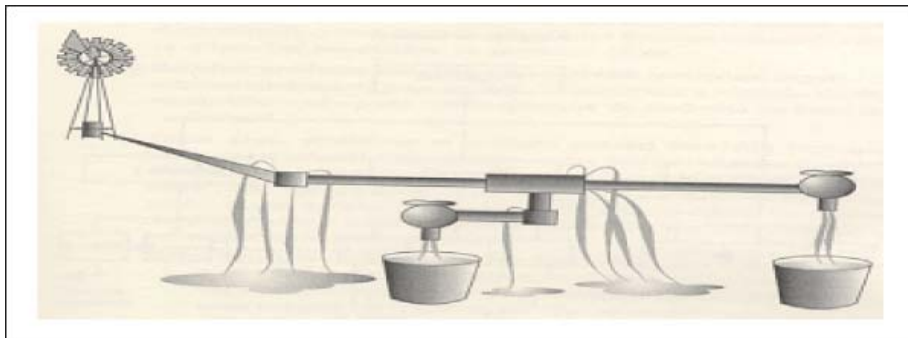

Fig 4.5 - Problemas do processo
a. Para identificar as causas dos problemas prioritários procuramos comparar um processo com uma caixa-d'água e sua tubulação, conforme a (Fig 4.5). Os diversos pequenos problemas do percurso impedem que a água chegue à torneira com a intensidade que seria de se esperar. É óbvio que uma ação do tipo "radical", como trocar a torneira, não vai resolver o problema. Atacar um ou outro vazamento também não vai resolver. Vai é fazer os vazamentos seguintes ficarem mais fortes, e a água que chegará à torneira continuará a ser insuficiente. A única solução, se quisermos mesmo resolver o problema, é atacar **todos** os vazamentos.